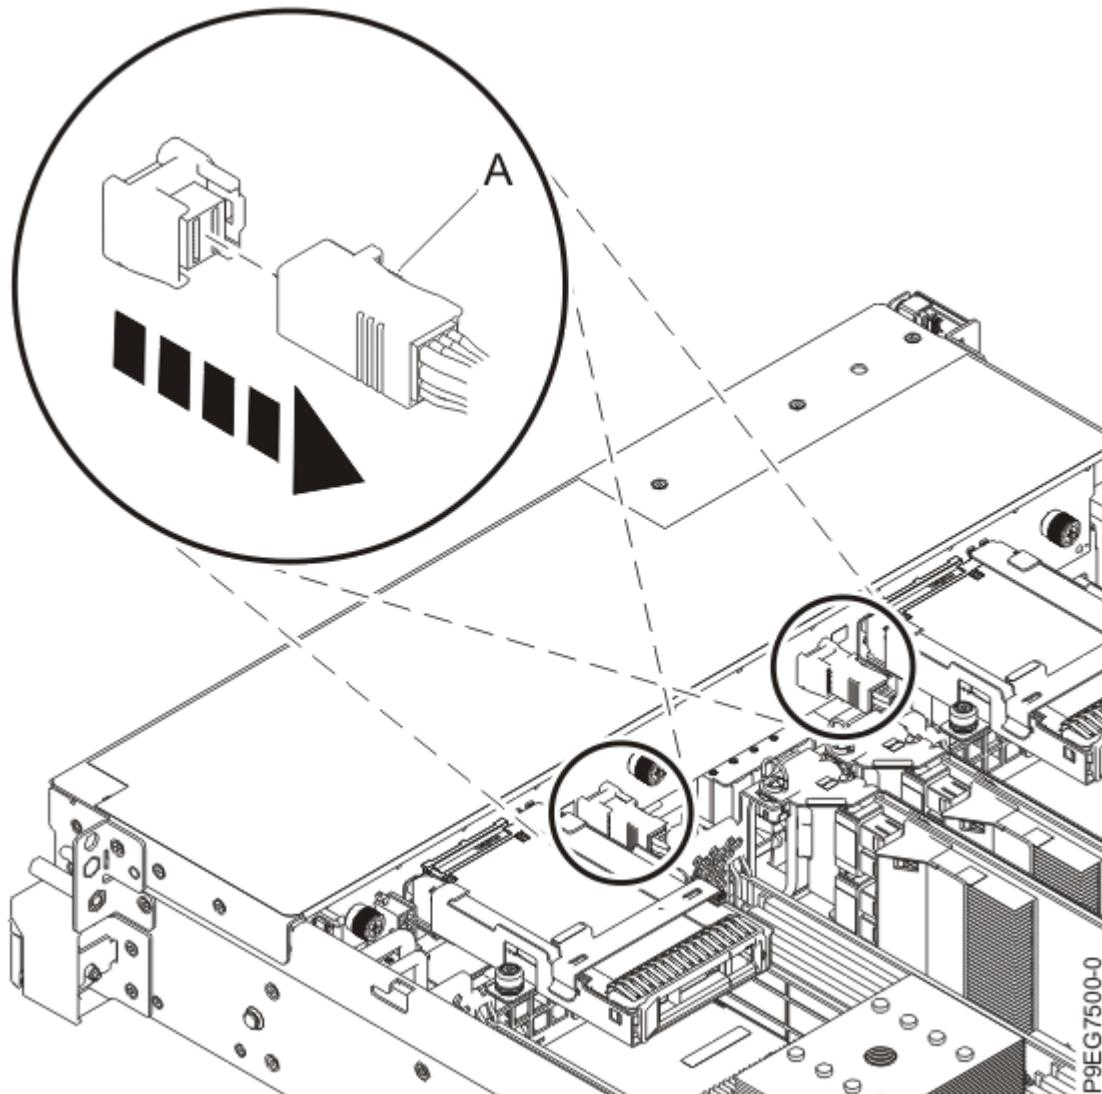

図 6. 前面 SAS ケーブルのプラグを抜く
7. コネクターのラッチ (A) を押して、前面 SAS ケーブルのプラグを、ドライブ・バックプレーンから抜きます。これらのケーブルのもう一方の端のプラグは、プラグを抜くよう指示されるまで SAS RAID アダプターに差し込んだままにしておきます。
- 8 ページの図 6 を参照してください。